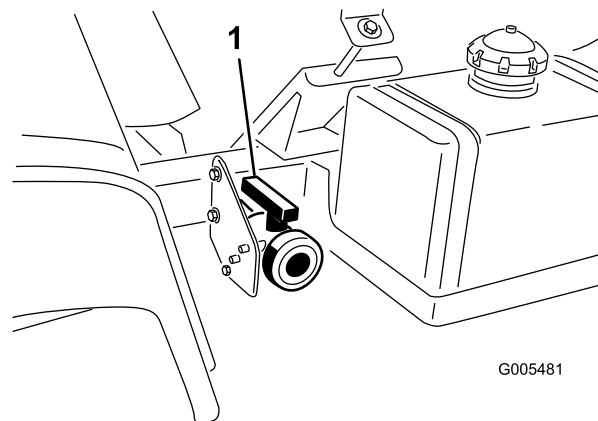

Figura 27
2. Localize a válvula de escoamento do depósito no lado esquerdo da máquina (Figura 27). Esta válvula situa-se na estrutura à frente do depósito de combustível.